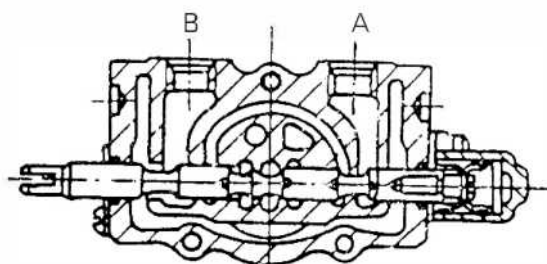

Рис. 9-4
(3) Вытягивание золотникового клапана наружу (рис. 9-4)